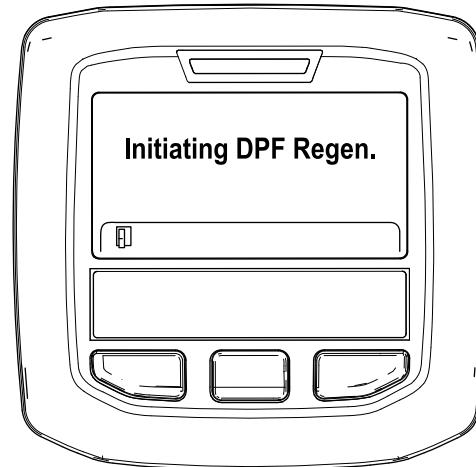

Figura 37
- Viene visualizzato il messaggio "Inizializzare Rigen. FAP" (Figura 37).